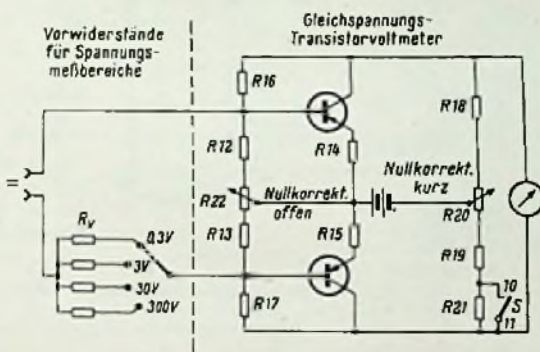

Bild 2. Prinzip des Gleichspannungsteiles; die Positionszahlen stimmen mit Bild 4 überein
Die Prinzipschaltung Bild 2 enthält zwei Transistoren im Gegentakt. Sie sind mit den Kollektorzuständen R 18 und R 19 zu einer Brücke angeordnet¹⁾. In der Diagonale von Kollektor zu Kollektor liegt das Anzeigeelement. Diese Brücke besitzt zwei Abgleichmöglichkeiten, R 22 im Basiskreis und R 20 im Kollektorkreis. Diese beiden Potentio-
2. Die beiden Basisanschlüsse in Bild 2 durch einen Kurzschluß verbinden. Die Basis Elektroden haben dann gleiches Potential, Widerstand R 22 reagiert nicht, die Brücke wird mit R 20 abgeglichen und damit werden die beiden Kollektorkreise symmetriert.
Man kann Bild 2 als stabilisierten Gleichspannungsverstärker für das Drehspulinstrument auffassen. Dieses Instrument hatte im Modell 100 μA Vollausschlag. Mit dem Transistorvorsatz wurden nur noch 6 μA für den Vollausschlag benötigt. Der Verstärkungsfaktor ist also $100 : 6 \approx 17$ fach. Er ließe sich noch höher treiben, wenn auf die Stabilisierung durch den Basisspannungsteiler verzichtet wird und die Widerstände R 12 und R 13 auf je 100 k Ω heraufgesetzt werden. Man kann dann Verstärkungen bis zum Faktor 100 erzielen, also mit 1 μA Strom im Basiskreis Vollausschlag am Instrument erreichen und bei Verwendung als Voltmeter Innenwiderstände von über 1 M Ω/V erzielen. Bei dem vorliegenden Modell, das für sicheren Nachbau gedacht ist, wurde jedoch von so extremer Bemessung abgesehen, weil sie wieder die Gefahr von Unstabilitäten bringt.
In Bild 2 beträgt bei einem Vorwiderstand $R_v = 38 k\Omega$ der Vollausschlag 0,3 V. Daraus
Beim Transistorvoltmeter läßt sich auf einfache Weise der Nullpunkt elektrisch in die Mitte verlegen, indem die Brücke unsymmetrisch abgeglichen wird. Dazu dient R 21 in Bild 2. Er ist normalerweise kurzgeschlossen. Öffnet man Kontakt S (Anschlüsse 10–11), so schlägt der Zeiger nach rechts aus und wird erstmalig mit R 21 auf Skalenmitte justiert. Man hat dann ein sehr hochohmiges Instrument zum Abgleichen des Nulldurchganges beim Ratiometektor. Der Vollausschlag beträgt